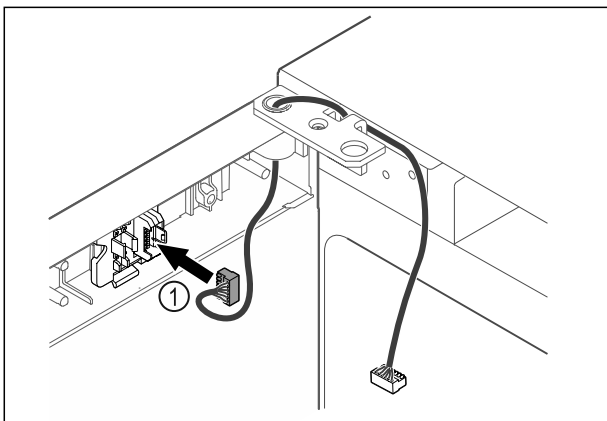

Fig. 47
- ▶ Stekker Fig. 47 (1) in steckerhouder steken.